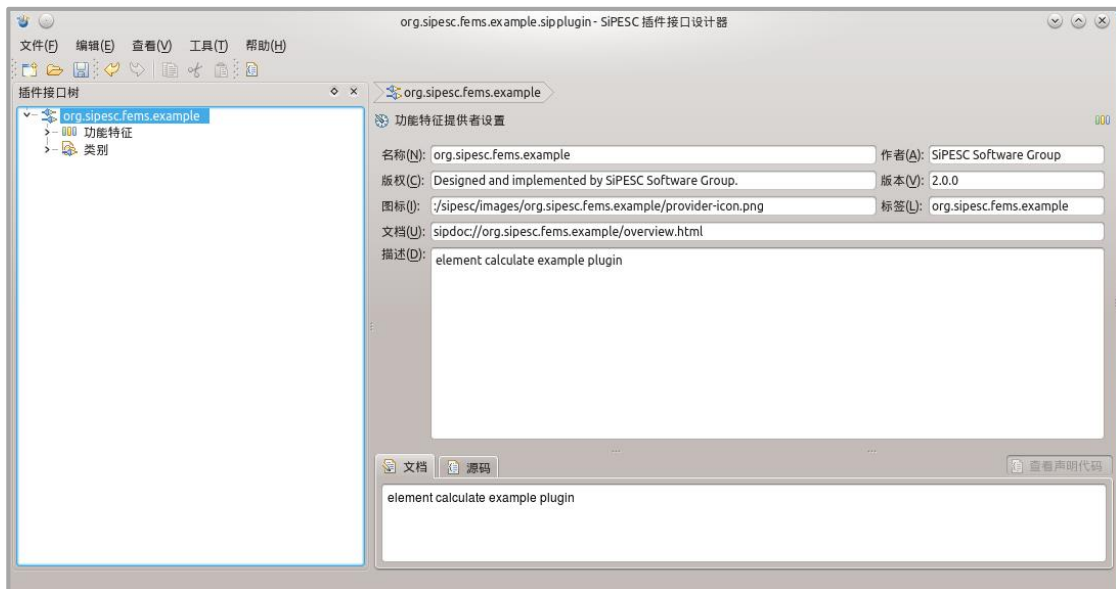

图 3-1
- 1.使用插件设计器新建一个插件文件，填写插件名称，版本，描述等等信息，如图 3-1。